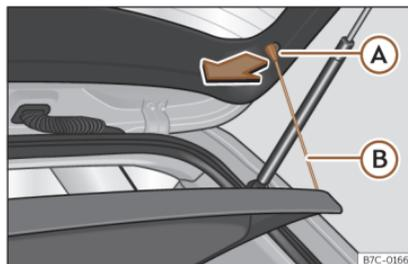

Fig. 105 Nel bagagliaio: smontare e montare il ripiano.
- Sganciare i tiranti di sostegno»» fig. 105 (B).
- Agganciare i tiranti di sostegno»» fig. 105 (B) nel portellone posteriore.